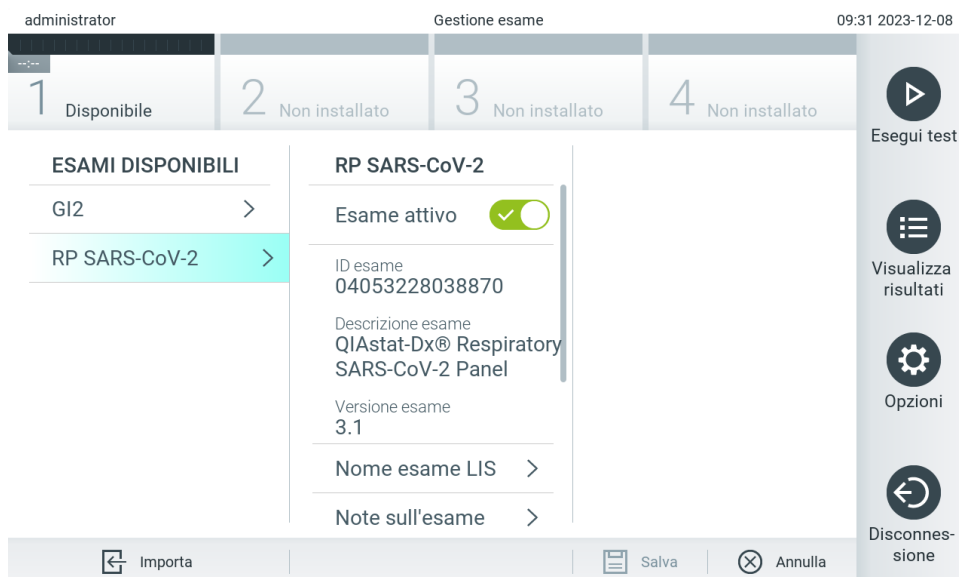

Figura 59. Attivazione dell'esame.
7. L'esame diventa attivo selezionando Assay Active (Esame attivo) (Figura 59).